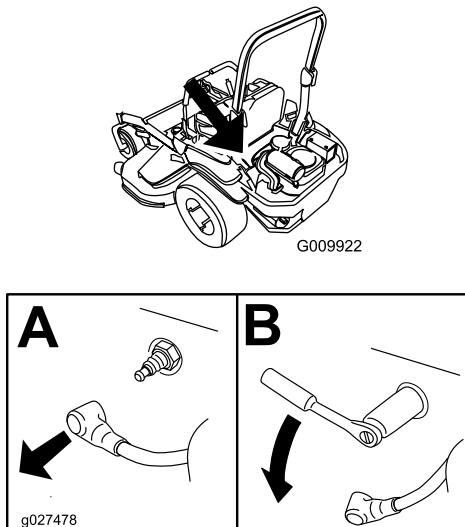

Figure 52
4. Localisez et retirez la ou les bougies comme montré à la Figure 52.